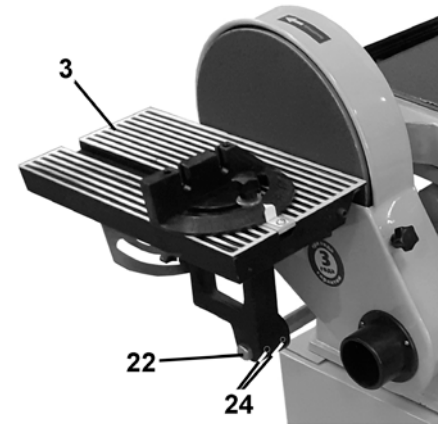

Рис.5
8.3. Установка рабочего стола (Рис.5,6)
9.1.2. Ослабьте винты фиксации (24), Рис.5, установите рабочий стол (3) с минимальным зазором относительно шлифовального диска (5). Положение закрепите винтами фиксации (24), Рис.5.